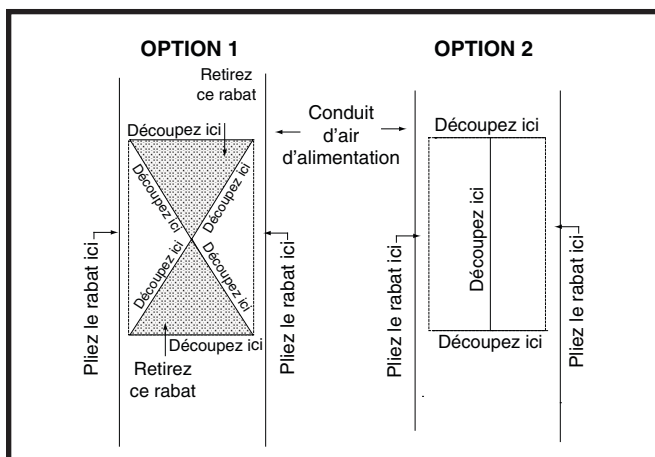

Figure 11. Ouvertures étroites de conduit d'air
1. Tracez et découpez le haut du conduit d'alimentation en air tel qu'indiqué dans l'Option 1 ou l'Option 2. Consultez la Figure 11 \(page 8\). **REMARQUE :** Si l'Option 1 est sélectionnée, découpez le métal dans la zone ombrée.